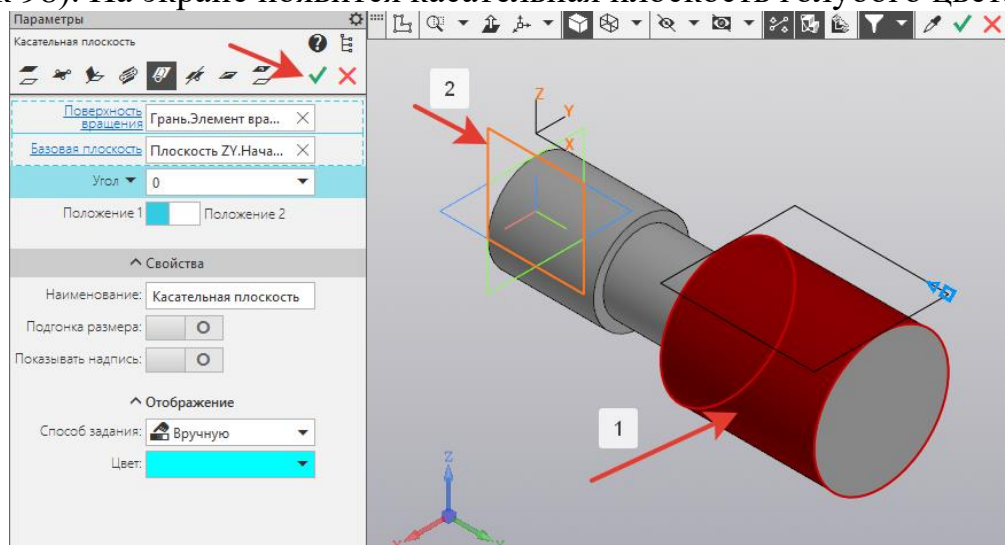

Рисунок 98.
10. **Шпоночный паз.** На инструментальной панели *Вспомогательные объекты* - *Касательная плоскость*. В *Параметрах* указать *Поверхность вращения* – *Цилиндр (1)*, *Базовая плоскость* – *ZY*. *Создать объект* (рисунок 98). На экране появится касательная плоскость голубого цвета.